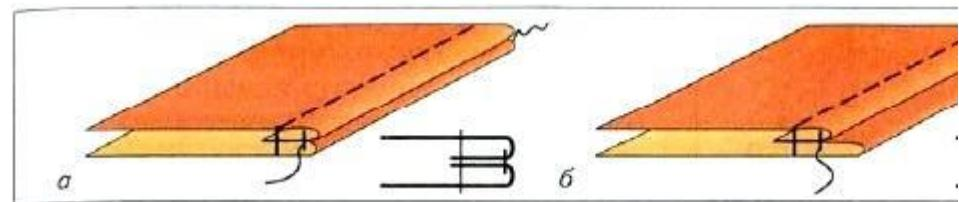

Рис. 42. Выметывание
- о шов стачивания должен располагаться точно на сгибе деталей (в раскол) (рис. 42 а)